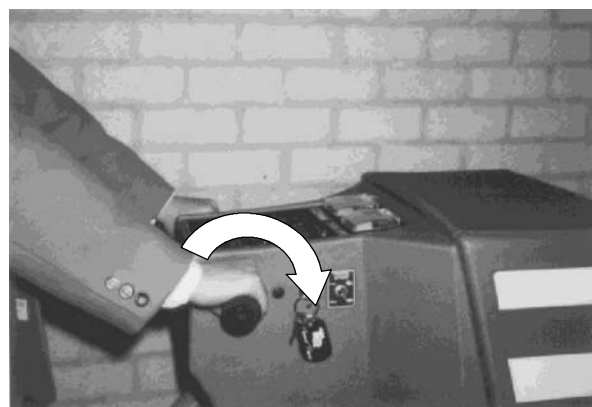

FIG. 6
4. Gire los mandos de control hacia delante (Figure 6). El motor de la almohadilla empezará a funcionar y la fuerza de succión hará que la almohadilla en movimiento se dirija hacia el suelo. Inmediatamente empuje o tire de la máquina en la dirección deseada.
5. Gire los mandos de control hacia delante hasta que el motor de la almohadilla se ponga en funcionamiento (Figure 6). La máquina se desplazará hacia delante y la fuerza de succión hará que la almohadilla en movimiento se dirija hacia al suelo.